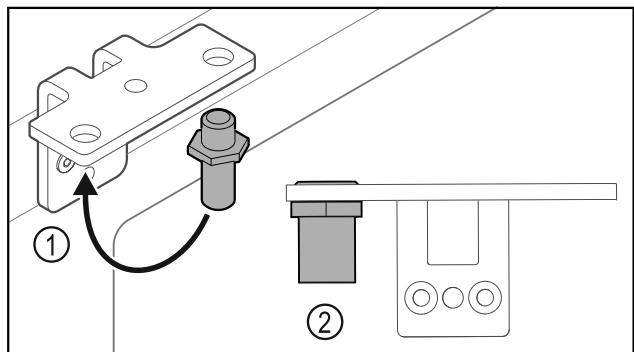

Fig. 33
- Mutați bolțul Fig. 33 (1) în colțarul balamalei.
- Strângeți bolțul Fig. 33 (2) cu **cuplul de 12 Nm**.